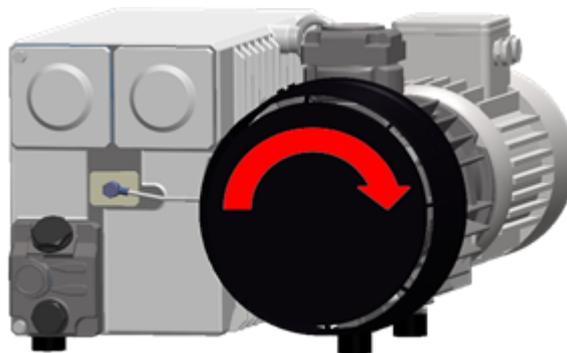

Abbildung 8: Rotationsrichtung der Vakuumpumpe
3. Prüfen Sie die korrekte Rotationsrichtung der Pumpe des Dreiphasenmodells. Vgl. *Abbildung 8: Rotationsrichtung der Vakuumpumpe* auf Seite 30.